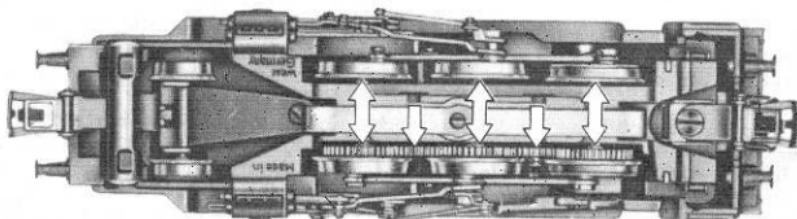

Fig. 4
3. Schmierung. Nach etwa 40 Stunden Laufzeit oder nach längerem Lagern empfehlen wir die Schmierung der Ankerlager (siehe Fig. 2 und 3) und der Lager der Gefriegeräder. Hierzu ist das Lokomotivgehäuse abzunehmen (siehe Punkt 4). Außerdem sind die in Fig. 4 mit Pfeilen gekennzeichneten Achslager zu ölen. Auf eine Lagerstelle darf nicht mehr als 1 Tropfen Öl gegeben werden. Jedes zu starke Ölen führt zu Störungen durch Bildung einer Schmutzschicht. Als Schmiermittel ist MÄRKLIN-Schmieröl **7199** oder Winterautoöl zu empfehlen. Unter keinen Umständen darf Speiseöl verwendet werden.
7. Schleifer. Der Schleifschuh muß gegenüber den Spurkränzen der Lokomotive etwa 2 mm überstehen, damit er auf den Punktkontakte der Gleisstücke mit genügendem Druck aufliegt. Gegebenenfalls sollte die Schleiferfeder mit einer Flachzange oder Pinzette nachgespannt werden (Fig. 5). Abgenützte Schleifer können nach Entfernen der in Fig. 4 sichtbaren Schraube abgenommen und durch einen neuen der Nr. 7173 (in Ihrem Spielwarengeschäft erhältlich) in entsprechender Weise ersetzt werden. Beim Einsetzen des neuen Schleifers ist auf die richtige Lage der Kontaktplatte zu achten.
3. Lubrication. We advise lubricating the armature bearings and those of the gearing after running for about forty hours, or if the engine has been stored for any length of time (see figs. 2 and 3), its casing having to be taken off to do this (see Point 4). The axle bearings marked by arrows in fig. 4 must also be oiled. Never give more than one single drop of oil to any bearing – excessive oiling causes a film of dirt to form, and breakdowns will be the result. For lubrication we recommend using either MÄRKLIN 7199 Lubricating Oil, or else winter grade motorcar engine oil – never use culinary oil, e.g., salad oil, under any circumstances.
7. **Current pick-up shoes or collectors.** Current pick-up shoes or collectors must stand about 2 millimetres beyond the flanges of the wheels so as to press on the stud contacts of the rail sections with sufficient pressure. If necessary, the tension of the pick-up springs can be adjusted by a pair of flat pliers or tweezers (fig. 5). Worn pick-up shoes can be taken off after the screw shown in fig. 4 has been removed and replaced similarly by a new pick-up shoe No. 7173 (obtainable from your toyshop). Make sure the contact plate is in its correct position when fixing the new pick-up shoe in position.
3. – Graissage. – Nous conseillons de procéder à un graissage de la locomotive après environ 40 heures de marche ou après un stockage prolongé: paliers de l'arbre d'induit et du train d'engrenages (voir figures 2 et 3). Démonter la caisse de la locomotive pour y avoir accès (voir § 4). Graisser également les paliers des essieux signalés par des flèches sur la figure 4. Amener une goutte d'huile sur chaque point de graissage. Un graissage excessif entraîne un fonctionnement irrégulier par suite de la formation de cambouis. Nous conseillons l'emploi
3.^o Lubricación. Despues de unas 40 horas de funcionamiento o tras un almacenaje prolongado aconsejamos lubricar los cojinetes del inducido (véanse figs. 2 y 3) y también los del mecanismo de transmisión. Para ello se desmontará la caja de la locomotora (véase 4.^o). Además se lubricarán las cajas para eje señaladas con flechas en la fig. 4. En cada punto de engrase se pondrá únicamente una sola gota de aceite. Todo engrase excesivo da lugar a la formación de una capa de suciedad que impide el buen funcionamiento de la máquina. Para la lubricación se empleará el aceite **MÄRKLIN 7199** o el de invierno para automóviles. De ninguna manera se utilizará aceite de mesa.
7.^o Patín. El patín sobresaldrá unos 2 mm de las pestañas de las ruedas de la locomotora para que pueda aplicarse con la suficiente presión a los puntos de contacto de los tramos de vía. Si fuera necesario, con unas tenazas de pico plano o unas pinzas se doblará, eventualmente, lo necesario, el muelle del patín (fig. 5). Los patines desgastados podrán desmontarse después de haber retirado el tornillo, que se ve claramente en la fig. 4, y sustituirse por nuevos del número **7173** (que encontrará en el almacén de juguetes de su proveedor). Al montar el patín nuevo, no pierda de vista que la placa de contacto debe estar debidamente orientada.
7. Pattino. La piastrina di contatto deve sporgere di 2 mm rispetto alla corona delle ruote della macchina in modo da esercitare sui punti di contatto delle rotaie una sufficiente pressione. Qualora fosse necessario, la molla del pattino deve essere maggiormente tesa mediante una tenaglia piatta od una pinzetta (fig. 5). I pattini consumati possono essere tolti dopo l'allontanamento delle vite, visibile nella fig. 4 e sostituiti con un nuovo pattino **7173**. Nell'insinuare il nuovo pattino fare attenzione all'esatta posizione della piastra di contatto.
3. **Smörjning.** Efter omkring 40 körfimmar eller om loket ej använts på en längre tid, bör ankarlagren (se fig. 2 och 3) och kugghjulslagren smörjas. Lokkåpan måste då först skruvas loss (se punkt 4). Samtidigt bör även axellagren smörjas. De är betecknade med pilar på fig. 4. Ge endast en liten droppe olja på varje smörjställe. För mycket olja binder smuts och förorsakar driftstörningar. Som smörjmedel rekommenderar vi MÄRKLIN-olja 7199 eller vinterbilolja. Matolja eller annan olämplig olja får absolut icke användas.
7. **Släpsko.** För att släpskon skall få lagom tryck mot punktkontakterna bör den ligga ca. 2 mm över drivhjulens spårflänsar. Om så erfordras kan släpskons fjäder justeras med en pincett eller flacktång (fig. 5). År släpskon utslitet, avlägsna skruven som visas på fig. 4 och montera en ny släpsko 7173 (finns i hobbyaffären). Kontrollera noga, att släpskons platta är i rätt läge.